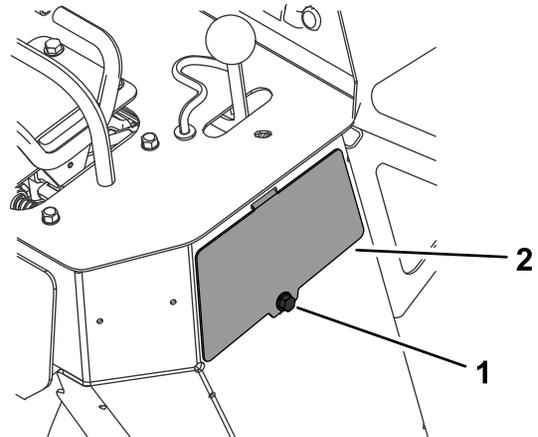

Bild 53
- Entfernen Sie die Schraube und die Abdeckplatte auf der rechten Seite der Maschine (Bild 53).
- Setzen Sie die Abdeckplatte auf und befestigen Sie diese mit dem Schraube (Bild 53).